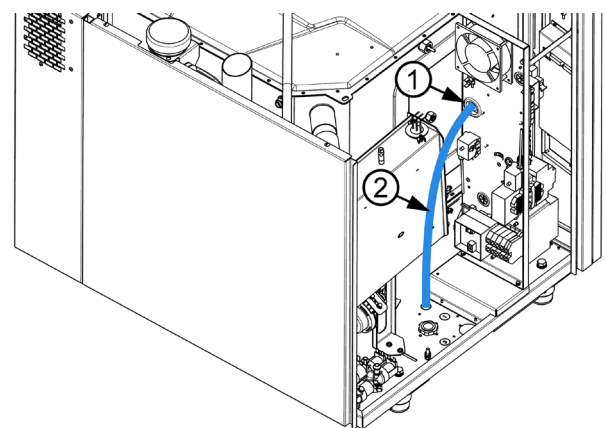

Рисунок 8: UTP кабель проводится через резиновую втулку
На плате устройства рядом с реле имеется резиновая втулка (1). Проведите UTP кабель через эту втулку (2) и направьте ее в сторону передней части платы (рис. 8)